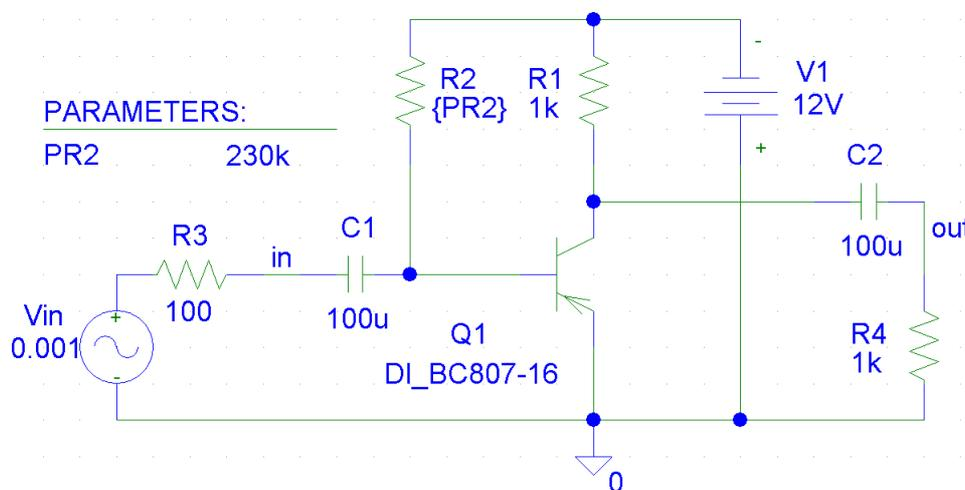
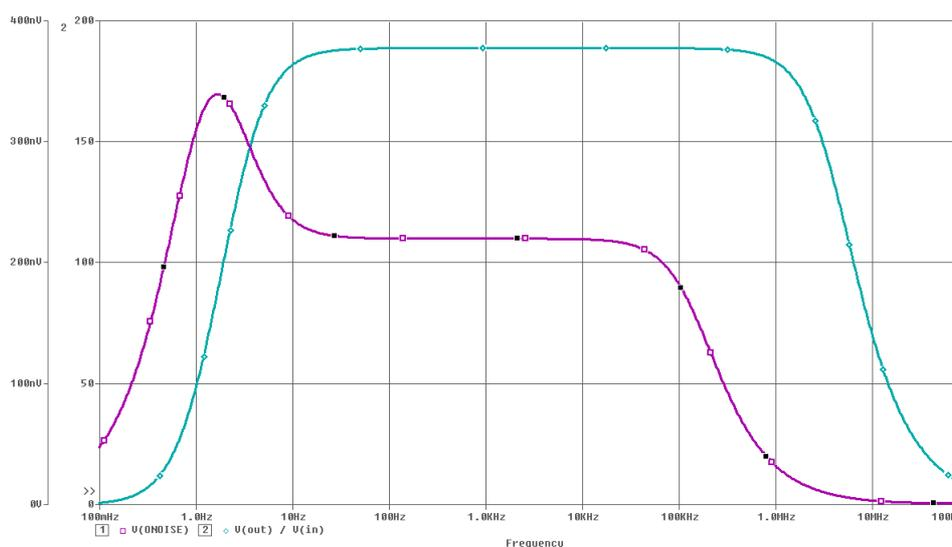

Рисунок 6.1 – Схема усилительного каскада на БТ
Рисунок 6.3 – АЧХ (1) и зависимость напряжения шумов на выходе каскада от частоты (2)
6.5.1 С помощью PSpice Design Manager оздать новый проект. В PSpice Schematics подготовить схему усилительного каскада на БТ (рис. 6.1).
6.5.5 Сохранить схему и результаты анализа в заготовке отчета. Пример оформления схемы приведен на **рис. 6.1**, АЧХ и зависимости напряжения шумов на выходе каскада от частоты – на **рис. 6.3**.